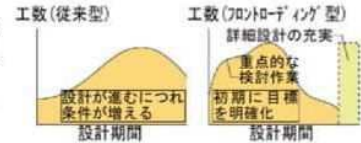

図1. フロントローディング設計イメージ
■ **フロントローディング設計を実現し、履行期限を厳守した業務遂行を行います。**【図1】